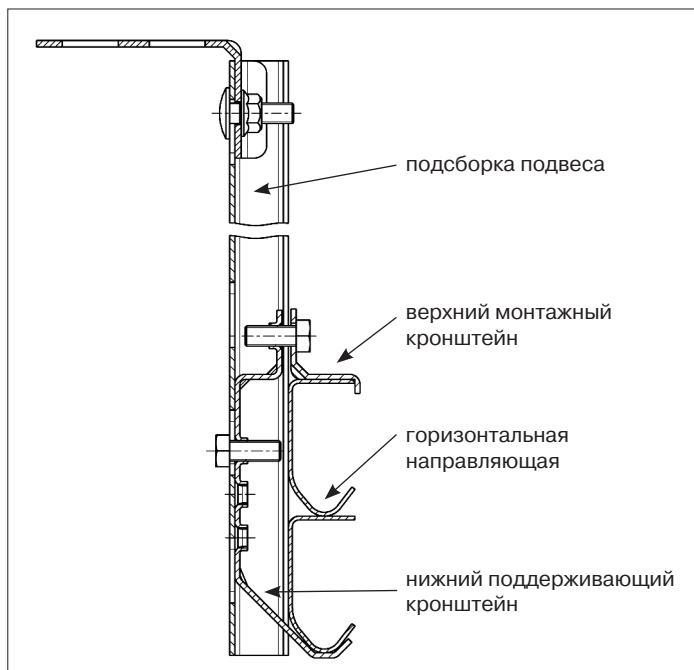

Рис. 16.1. Сборка подвеса
- 4) установить нижний поддерживающий кронштейн в С-образный профиль подвеса и закрепить его при помощи болта М8х16 с шестигранной головкой (рис. 16.1);